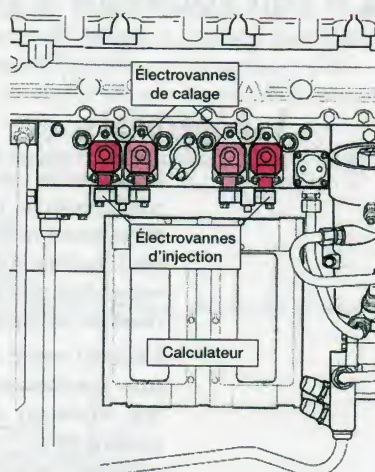

Figure 81.5. Circuit d'alimentation sur moteur Scania équipé des injecteurs-pompes HPI (Doc. Scania)
- L'électrovanne de calage (fig. 81.5) est piloté par le calculateur pour admettre, entre le piston supérieur et le piston central, une quantité de carburant précise (les deux pistons vont donc s'éloigner l'un de l'autre), et cette distance précise va déterminer le point d'injection pour le cycle en cours (fig. 81.3). La came arrive dans l'attaque de la montée, le moteur est en phase de compression (fig. 81.3).
- L'électrovanne de débit d'injection (fig. 81.5) est pilotée par le calculateur, et le carburant est amené sous le piston inférieur, la *pression de compression* empêche celui-ci de couler dans la chambre de combustion.